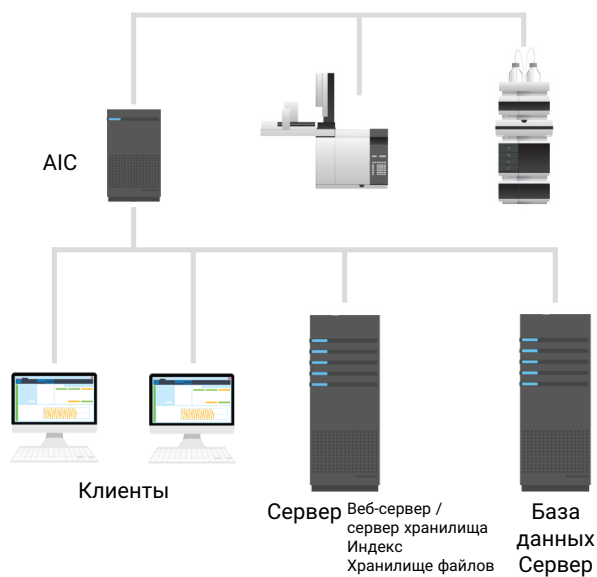

Рисунок 3 Двухсерверная топология: клиенты и AIC связываются с двумя выделенными серверами
- ✓ Двухсерверная система (см. Рис. 3 на странице 12):